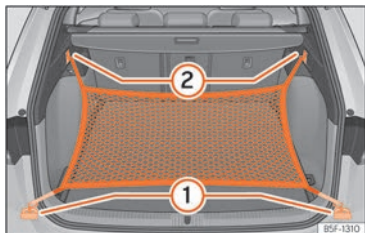

Fig. 134 Dans le coffre à bagages : œillets ① et crochets ② pour accrocher le sac pour filet.
- Fixez les crochets courts du filet aux œillets d'amarrage »» fig. 134 ① »» ⚠. La fermeture à glissière du sac doit rester vers le haut.
- Fixez les rubans aux crochets pour accrocher des sacs ②.